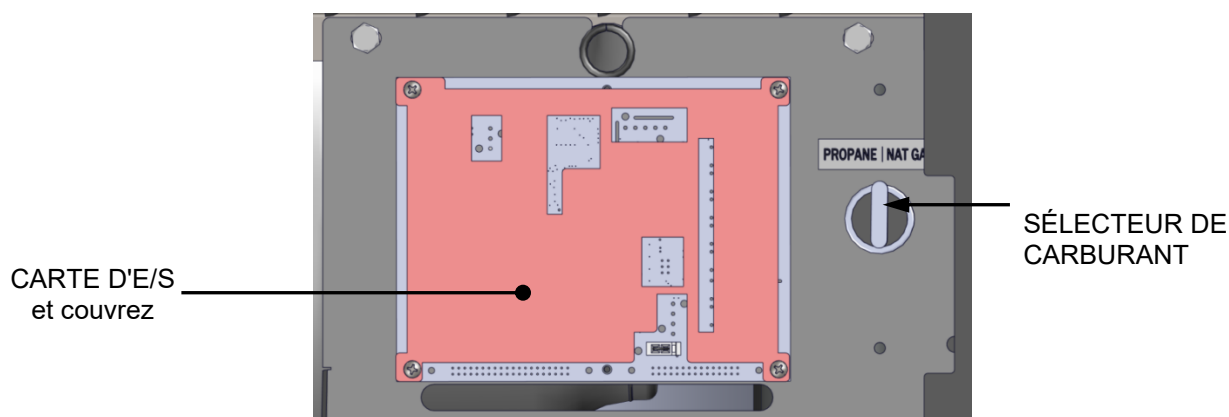

Figure 4-10 : Interrupteur à double combustible
4. Localisez le sélecteur de carburant (voir la figure 4-10), derrière la porte avant.